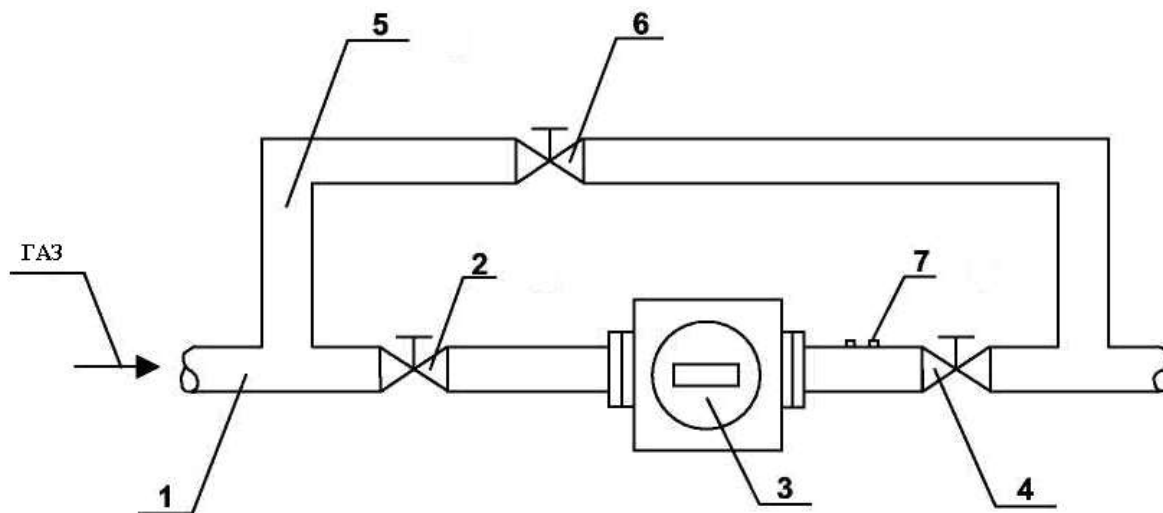

Рисунок 10 Установка счетчика
3.5.5 С помощью вентиля 2 (рисунок 10) очень медленно с учетом требований п. 3.5.3 увеличивайте давление на счетчике.